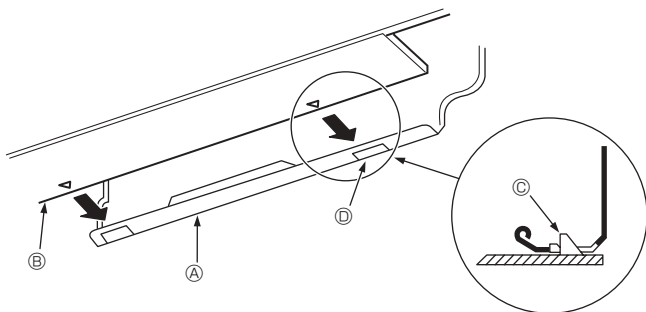

Fig. 3-10
- Lors de l'insertion du tuyau de réfrigérant et le tuyau d'écoulement dans l'orifice mural d'insertion (manchette de pénétration), accrocher la partie supérieure de l'appareil intérieur sur la planche d'installation ①.
- Fixer en poussant la partie inférieure de l'appareil intérieur sur la planche d'installation ①. (Fig. 3-10)
* Vérifier que les boutons en bas de l'appareil intérieur sont correctement maintenus sur la planche d'installation ①.
- Ⓐ Planche d'installation ①